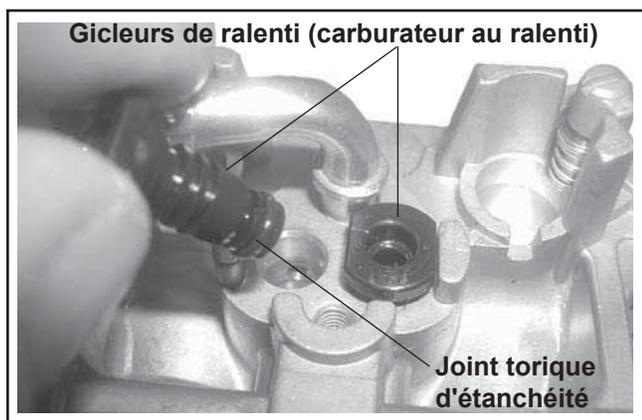

Figure 5-26. Détail du joint torique d'étanchéité et des gicleurs de ralenti.
9. S'assurer que le joint torique d'étanchéité près du fond de chaque gicleur de ralenti est neuf et en bon état. Aligner et introduire les deux gicleurs de ralenti au sommet du carburateur. Voir la Figure 5-26.